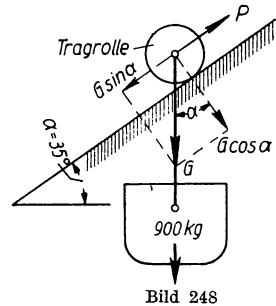

Bild 248
- 378.** Bei einem Schrägaufzug vom Neigungswinkel $\alpha = 35^\circ$ (Bild 248) soll ein 900 kg schwerer Förderkübel durch ein an seiner Tragrolle angreifendes, parallel zur Fahrschiene gerichtetes Seil gleichförmig aufwärtsgezogen werden. Gesucht wird a) die Zugkraft P im Seil bei Vernachlässigung der Reibung; b) die Belastung der Fahrschiene.